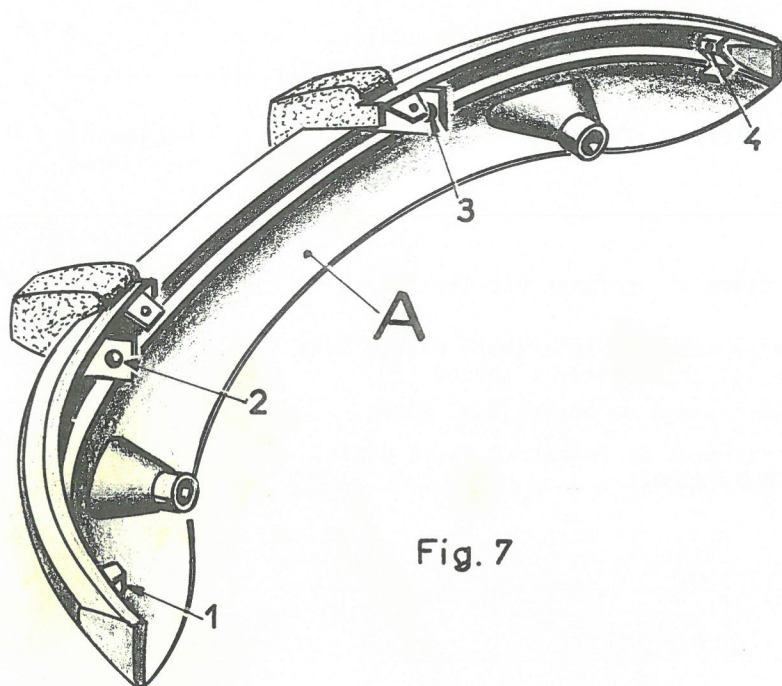

Fig. 7
- DEPOSE et POSE du PARE-CHOCs AVANT - (Fig. 7).